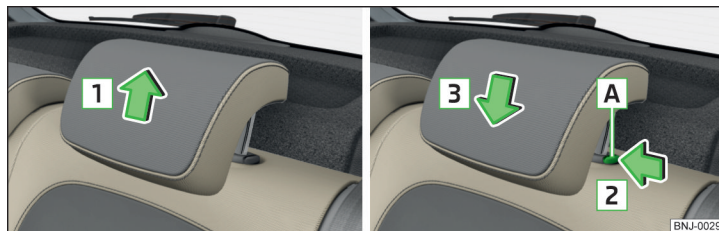

Abb. 59 Höhe der Kopfstütze einstellen
- › Die Stütze fassen und **nach oben** in Pfeilrichtung **1** verschieben » Abb. 59.